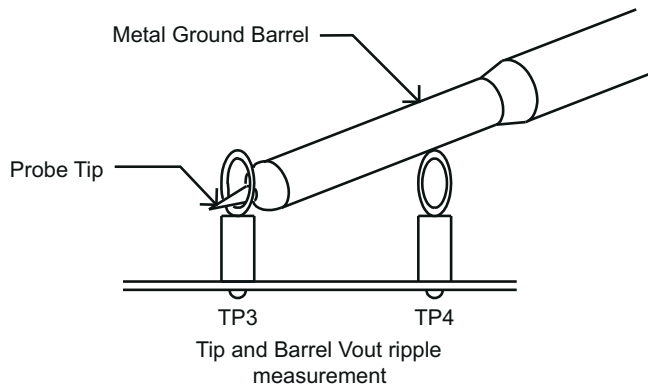

图 5-2. 输出纹波测量 - 使用 TP3 和 TP4 的尖端和接地筒
2. 按照图 5-2 将具有裸露金属接地筒的示波器探头连接到 TP3 和 TP4。